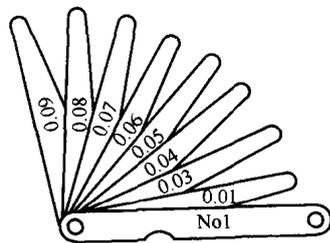

图 1-27 塞尺
(1) 塞尺的构造和用途 塞尺又称厚薄规，一般是成套（组）供应的，如图 1-27 所示。